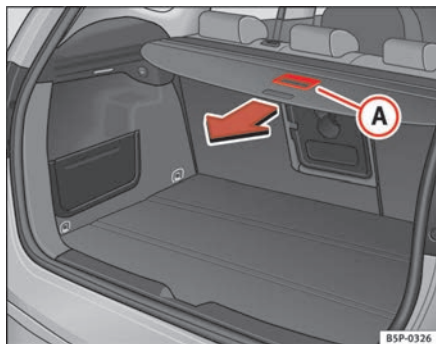

Fig. 123 Accionamiento bandeja portaobjetos
- Tire hacia atrás de la bandeja con el tirador **A** hasta percibir un “clic” ⇒ fig. 123.